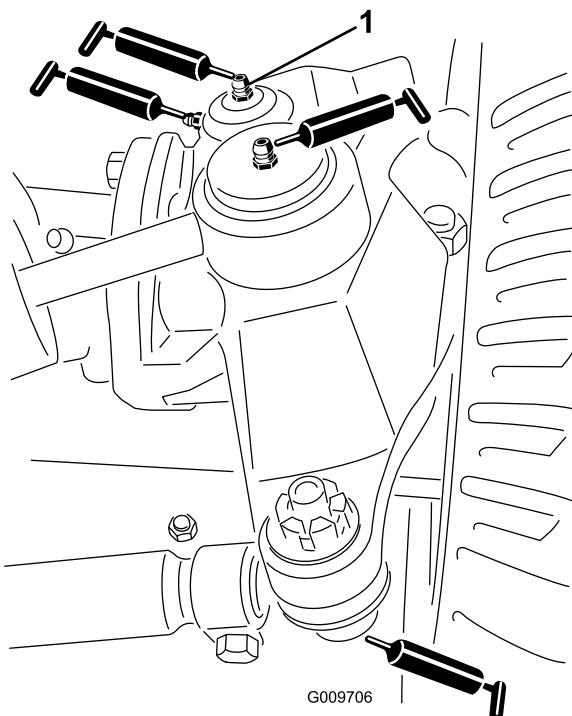

Figura 46
- Rótulas del cilindro de dirección (2), como se muestra en la Figura 46
- Rótulas de las bielas (2), como se muestra en la Figura 46
- Casquillos del pivote de dirección (2), como se muestra en la Figura 46